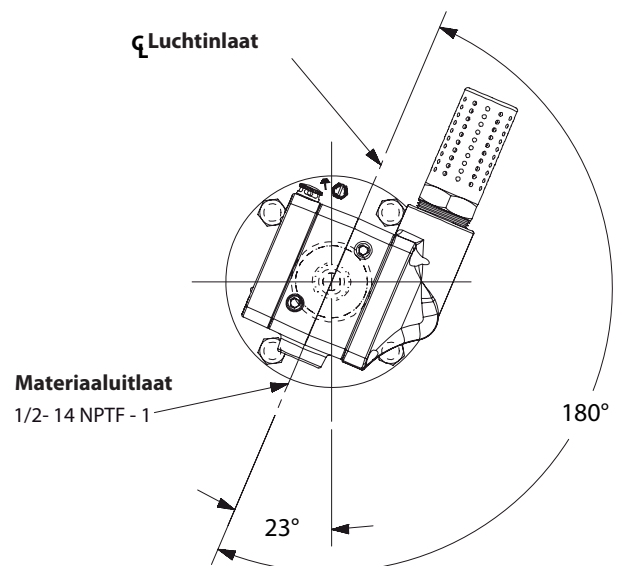

Figuur 2
2. de motor van de lucht. Dit (90609) zal blootstellen bevestigingsbout (Zie Figuur 2).
1. Dia (90609) over lucht motor staaf bevestigingsbout (Zie figuur 2).